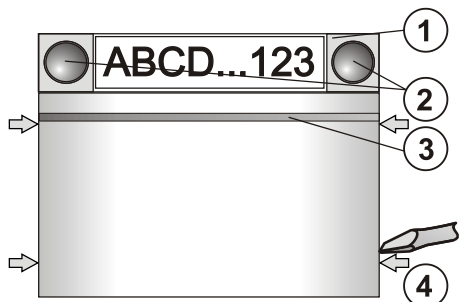

Рис. 1: 1 — контрольный сегмент; 2 — кнопки сегмента; 3 — кнопка активации подсветки с RFID считывателем карт; 4 — выступы для открывания модуля;
1. Поочередно надавите на четыре выступа (4), расположенные по бокам (см. рис. 1) и извлеките модуль из пластикового основания.
7. Подсоедините провода сегмента к внутреннему разъему модуля (8).
Чтобы были соблюдены требования стандарта EN 50131-3, выступы на крышке (4) необходимо зафиксировать болтами, входящими в комплект аксессуаров. Выступы на крышке, показанные на рис. 1, обозначены стрелками.